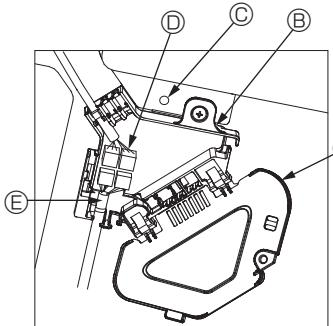
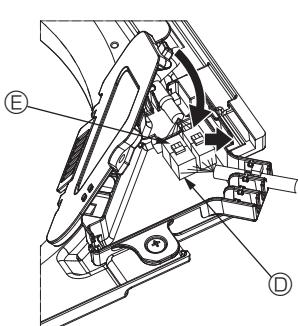

Fig. 10-8
Fig. 10-9
- ① Rimuovere la vite di fissaggio del coperchio della scatola di connettori, quindi aprire il coperchio.
- ② Collegare in modo sicuro il connettore del cavo di giunzione del motore dei deflettori e il connettore del cavo del motore dei deflettori del pannello nella scatola dei connettori. (Fig. 10-8)
- ③ Chiudere il coperchio della scatola dei connettori.
- Durante la chiusura del coperchio della scatola dei connettori, fare scorrere il coperchio nella direzione indicata dalla freccia e accertarsi che la sporgenza sia saldamente inserita. (Fig. 10-9)